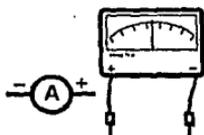

fig. 2.1. Amperímetro
ordinarios. La unidad de medida de corriente es el Amperio (A). Un amperio equivale a  $6.24 \times 10^{18}$  electrones pasando por un punto dado en un segundo. La letra *I*, representando la intensidad, se usa para señalar la corriente en el circuito. La medición de la corriente se logra con un instrumento llama Amperímetro, el cual se conecta en serie, interrumpiendo el circuito. (fig.2.1.)